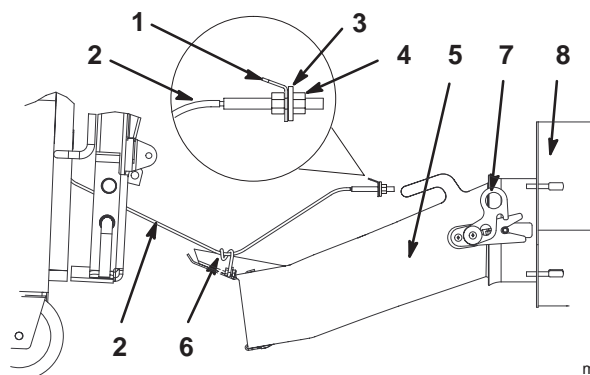

Bild 40
4. Kippen Sie den Sitz hoch und entriegeln die Ansaugluftkammer von beiden Seiten der Ventilatorsaugseite (Bild 40).
5. Ziehen Sie die Ansaugluftkammer aus dem Ventilatorgehäuse heraus und legen Sie sie auf den Boden (Bild 40).
6. Ziehen oder schieben Sie die Ansaugluftkammer zwischen dem Schneidwerk und dem Antriebsreifen heraus (Bild 40).
3. Kippen Sie den Sitz hoch, greifen nach unten und führen Sie die Ansaugluftkammer in das Ventilatorgehäuse. Stellen Sie sicher, dass die Riegel der Ansaugluftkammer an beiden Seiten des Ventilatorgehäuses einschnappen (Bild 40).
4. Greifen Sie von der linken Seite vor dem Antriebsreifen hinein, heben die Ansaugluftkammer hoch und wickeln den Zug entgegen dem Uhrzeigersinn, um die Ansaugluftkammer-Zugführung (Bild 40).